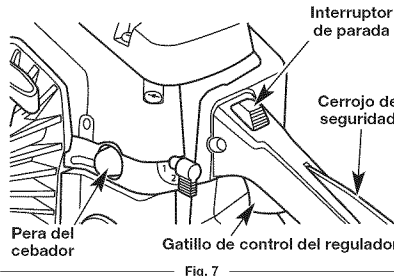

Fig. 7
2. Ponga el interruptor de parada en la posición de PARADA (Fig. 7).
1. Ponga el interruptor de parada en la posición de FUNCIONAMIENTO (RUN) (Fig. 7).
2. Oprima y suelte completamente la pera del cebador 10 veces, lentamente (Fig. 7). Deberá verse alguna cantidad de combustible en la pera del cebador. Si no se ve combustible en la pera, oprima y suelte la pera hasta que se vea el combustible.